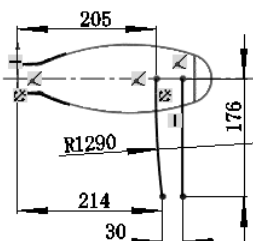

图 6.15.15 草图 7
Step13. 创建如图 6.15.15 所示的草图 7。选取前视基准面作为草图基准面, 绘制如图 6.15.15 所示的草图 7。